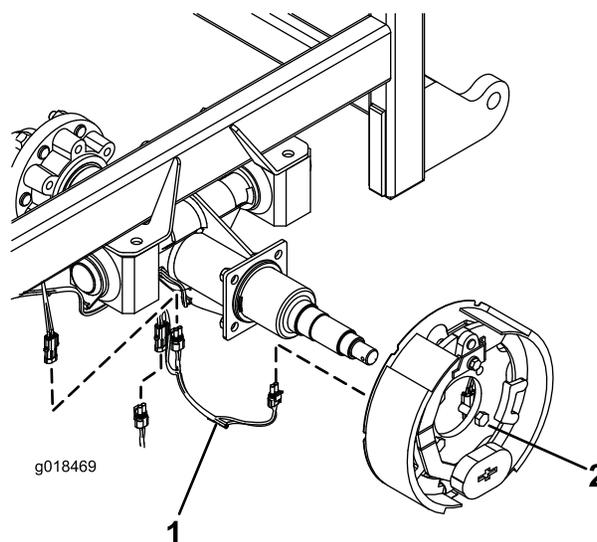

Figura 1
Nota: Asegúrese de instalar los pernos de montaje con las cabezas en el conjunto de freno (Figura 1) y las tuercas contra la brida del eje.
13. Instale el nuevo arnés puente (Figura 1) como se indica a continuación: